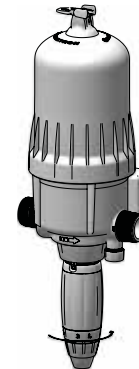

Abb. 16
- Die Einstellmutter verdrehen, bis die 2 Präzisionsanzeigen die gewünschte Dosierungsmarke anzeigen (**Abb. 16**).